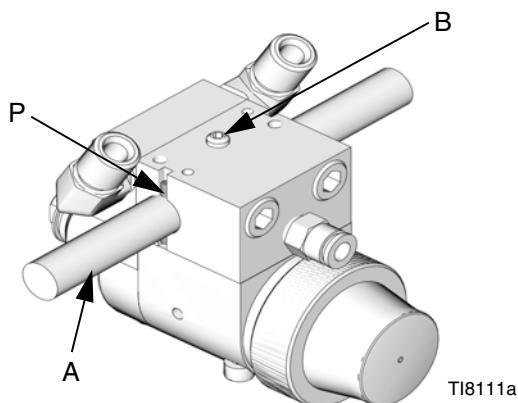

图 3：往复臂安装
1. 将固定杆 (A) 穿过歧管孔，如图 3 所示。
2. 拧紧安装螺钉 (B)，将喷枪固定在杆上。